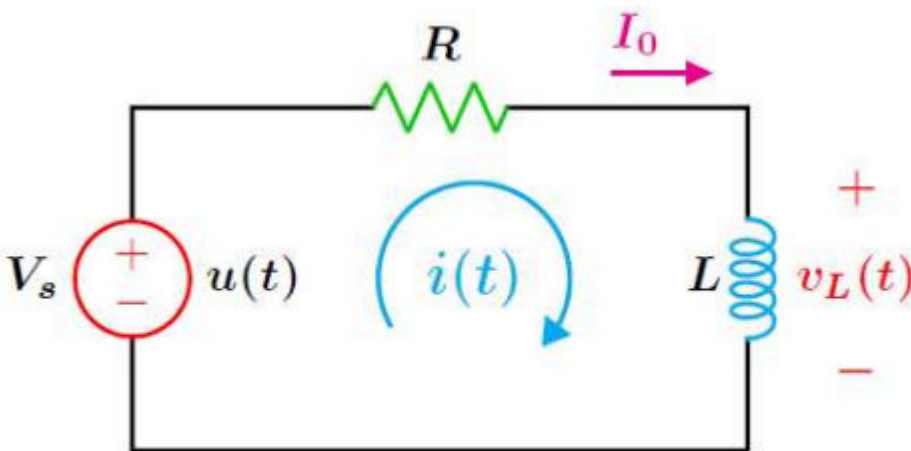

Figura 2. Circuito RL.
a) Determina la función de transferencia del circuito de la Figura 2, con una resistencia ($2K\Omega$), una bobina (100 mH) y obtén la respuesta al escalón en Matlab.
Arma en el protoboard el circuito de la figura 2 y realiza lo siguiente:
- 3. Repita el inciso (2) para la figura 2 y la figura 3.